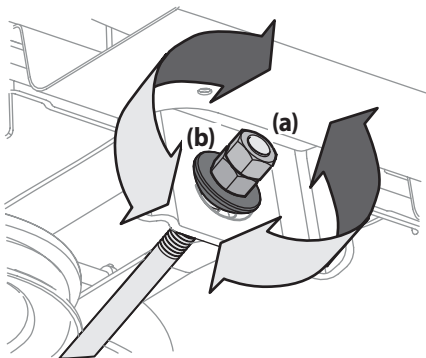

Figura 4-9
- Para *eleva*r el frente de la plataforma, extraiga la tapa de extremo, afloje la tuerca exterior (a) y apriete (rosca hacia adentro) la tuerca interior (b) contra la ménsula de suspensión delantera. Consulte la Figura 4-9. Una vez alcanzado el ajuste adecuado, vuelva a ajustar la tuerca exterior (a) y vuelva a colocar la tapa de extremo.
- Para *baja*r el frente de la plataforma, extraiga la tapa de extremo, afloje la tuerca exterior (a) y afloje (rosca hacia afuera) la tuerca interior (b) alejándola de la ménsula de suspensión delantera. Consulte la Figura 4-9. Una vez alcanzado el ajuste adecuado, vuelva a ajustar la tuerca exterior (a) y vuelva a colocar la tapa de extremo.